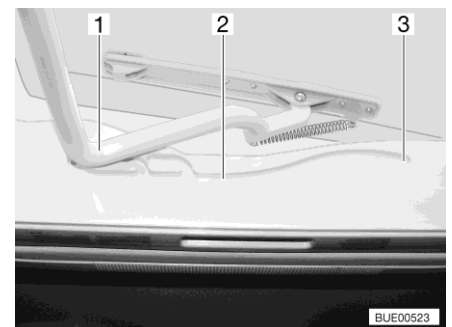

Bild 29 Führung (Kipp-Dachhaube)
- Den Bügel (Bild 29,1) in den Führungen (Bild 29,2) bis in die hinterste Position (Bild 29,3) ziehen.
- Den Bügel (Bild 29,1) mit beiden Händen leicht nach oben drücken.
- Den Bügel in den Führungen (Bild 29,2) bis zur gewünschten Stellung ziehen.